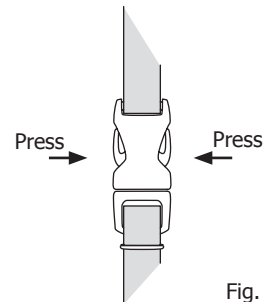

Fig. 4b
**Attenzione: la chiusura deve essere chiusa prima di ogni corsa!!! (Fig. 4b)**